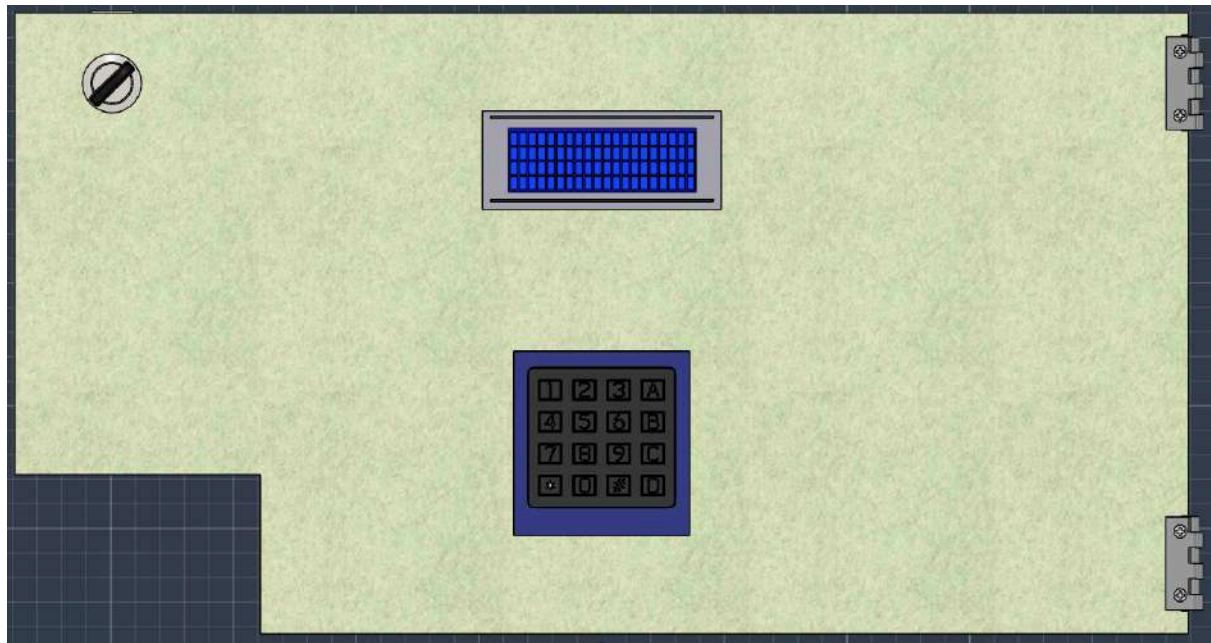

**Figura 50:** Encaixando e fixando os periféricos
**15º Passo:** Encaixe o Display LCD 20x4 (19), teclado com o suporte (34) e fechadura (48) para gaveta na trás na chapa inferior (3) e parafuse o display e fechadura com os parafusos AA chato ZB 2.9 x 6.8 (41) e o suporte de teclado com os parafuso AA Chato ZB 2,2 x 12 (42). Como mostra a figura 50.